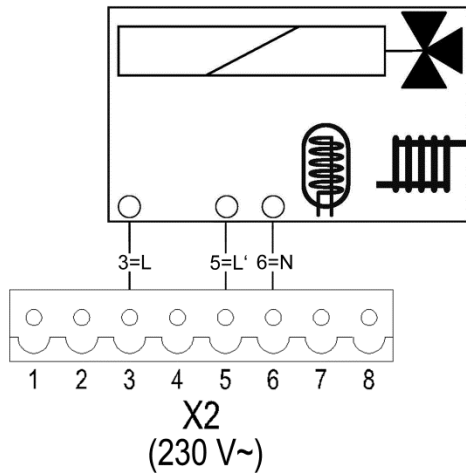

Abb. 25: Anschluss 3-Wege-Umschaltventil mit Rückstellung über Dauerphase
- ➔ Schließen Sie das 3-Wege-Umschaltventil gem. Abb. 25 an (z.B. **VC4013** Honeywell 230V~) zur Speicherladung (3=Dauerphase L=braun, 5=geschaltete Phase L'=schwarz, 6=N=blau).